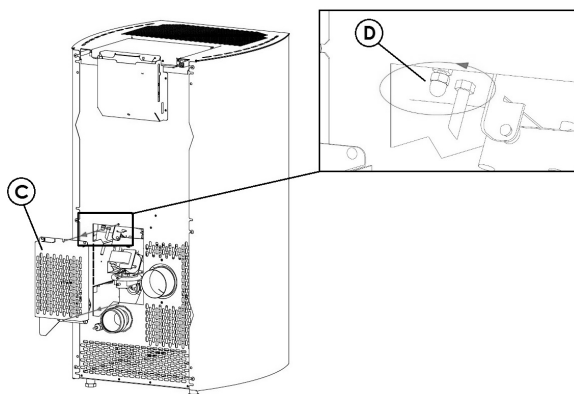

Fig. 25 - Remoção do cárter
- Remover o cárter "C" de inspeção na parede traseira da estufa (ver **Fig. 25**).